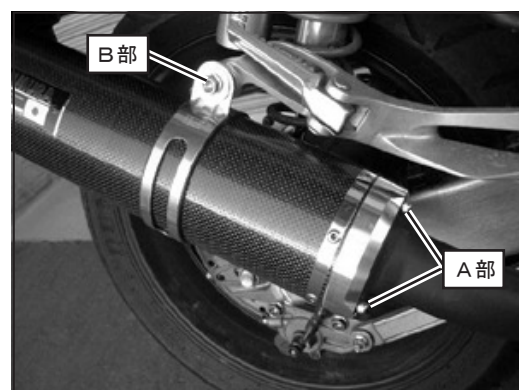

FIG. 6
6. フランジ部のボルトを、排気漏れをしないように均等に規定トルクで締め付けます。(FIG. 6 A部参照)
7. サイレンサーバンド部のボルトを、規定トルクで締め付けます。(FIG. 6 B部参照)